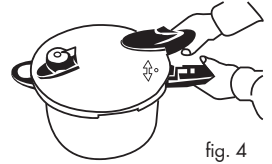

fig. 4
1. Plaats het "●"-symbool op het deksel (onderdeel 7) in lijn met het symbool "▲"-symbool op de handgreep van de pan (onderdeel 13) (afb. 4).